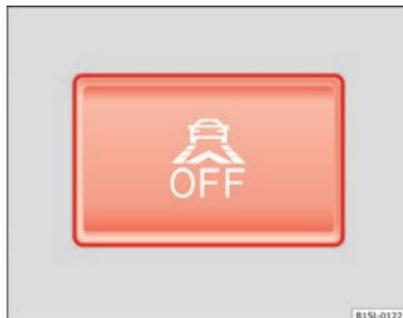

Abb. 101 Im unteren Teil der Mittelkonsole: Taste für den City-Safety-Assistent.
- Taste ⇒ Abb. 101 in der Mittelkonsole drücken.